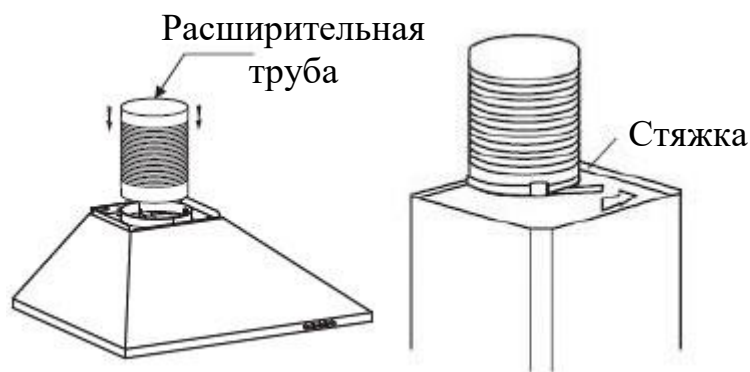

Рис. 3
- Установите расширительную трубу на выпускное отверстие и закрепите стяжкой. Смотрите рис. 3.